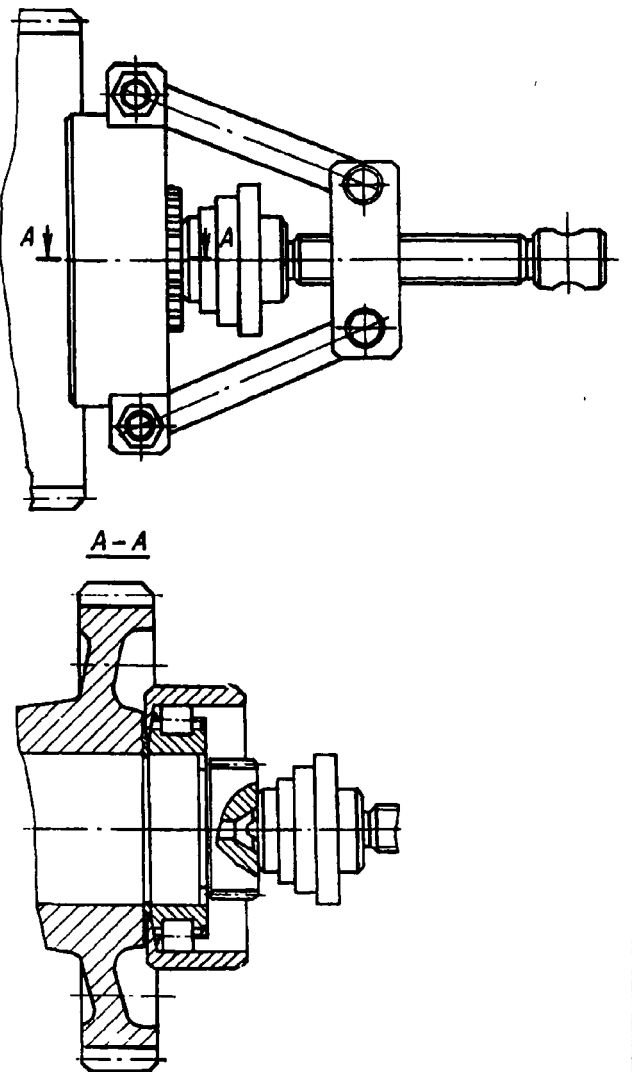
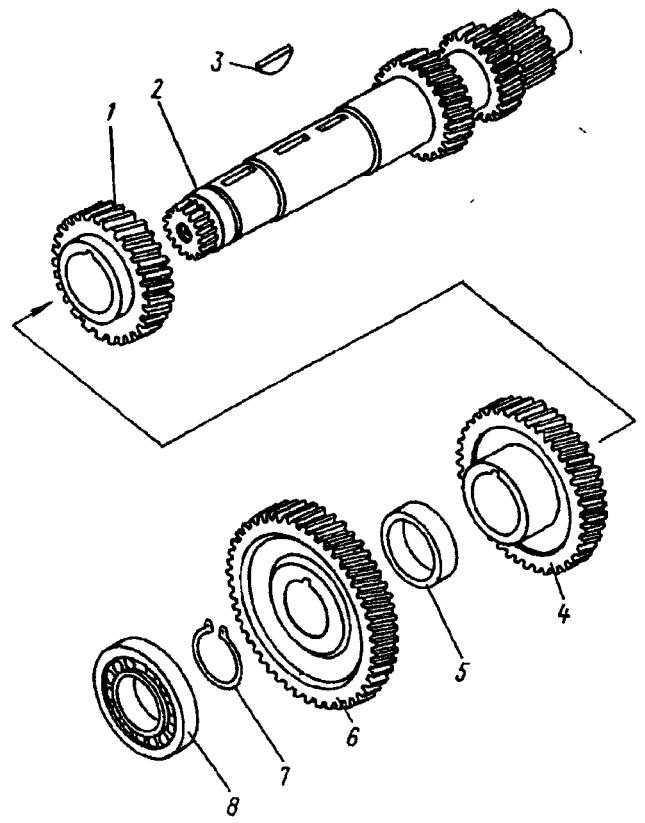

Рис. 147. Снятие переднего подшипника промежуточного вала
Рис. 148. Разборка промежуточного вала коробки передач:
46. Снимите съемником (рис. 147) передний подшипник 8 и кольцо 7 (рис. 148)	Съемник, отвертка, спецпассатижи
84. Запрессуйте шпонку 3 в паз промежуточного вала 2 (см. рис. 148). установите зубчатое колесо 1 на пресс, совместив шпонку и паз на зубчатом колесе, напрессуйте зубчатое колесо на вал до упора	Гидропресс, молоток, оправка